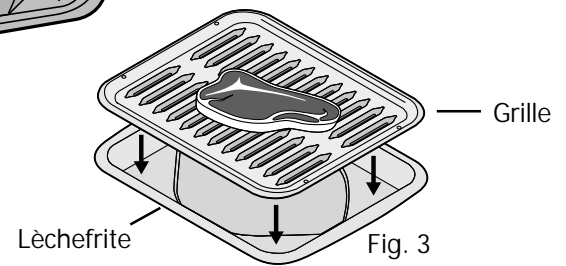

Fig. 3
- Lorsque vous utilisez une lèchefrite pour la cuisson au gril, assurez-vous d'utiliser une lèchefrite et une grille approuvées par Electrolux Home Products, Inc. (fig. 3).